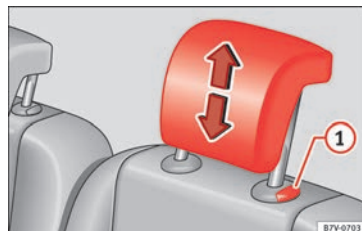

Abb. 79 Einbau der Kopfstützen der zweiten der dritten Sitzreihe.
- Bei gedrücktem Knopf die Kopfstütze **» Abb. 79 ①** entnehmen.